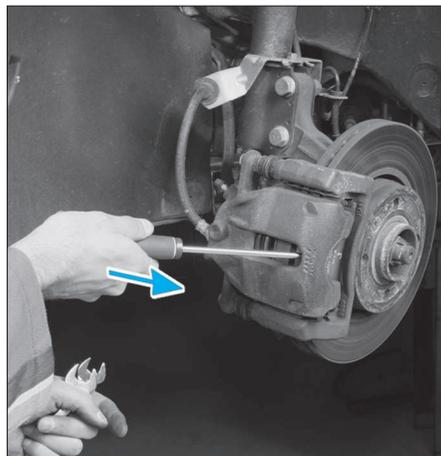

FIG. 7
- Glisser un tournevis entre la plaquette extérieure et l'étrier et faire progressivement lever pour créer un léger jeu entre les plaquettes et le disque (Fig.7).